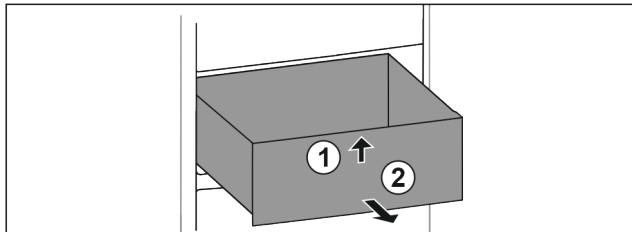

Fig. 17
- ▶ Vorne anheben Fig. 17 (1).
- ▶ Nach vorne entnehmen Fig. 17 (2).